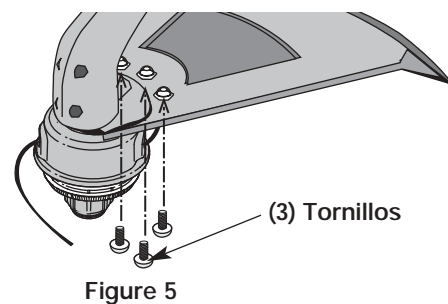

Figure 5
3. Instale un tornillo en el orificio de la base del protector accesorio de corte. Atorníllelo en la tuerca instalada en el paso 2 (Fig. 5). No lo ajuste.